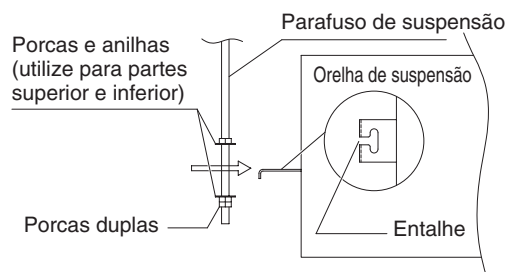

Fig. 3-10
- (3) Enrosque as 3 porcas hexagonais e 2 anilhas (fornecimento de campo) em cada um dos 4 parafusos de suspensão como mostrado nas Figs. 3-10 e 3-11. Utilize 1 porca e 1 anilha para o lado superior, e 2 porcas e 1 anilha para o lado inferior, de modo que a unidade não caia das orelhas de suspensão.